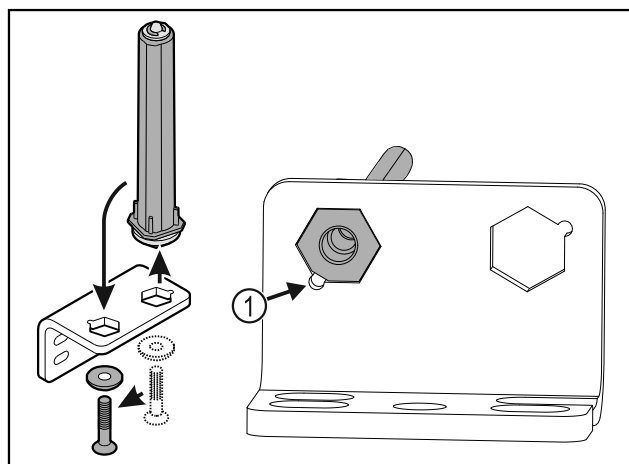

Fig. 35
- ▶ Uzmaniet, lai ievietošanas laikā tapas nošļaupums Fig. 35 (1) būtu vērsts pret apaļo caurumu.